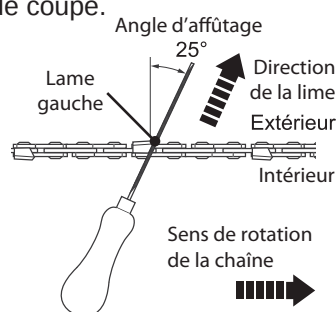

Fig. 51
- > Limez perpendiculairement au guide-chaîne, selon un angle de 25° par rapport au sens de la marche (Fig. 51).